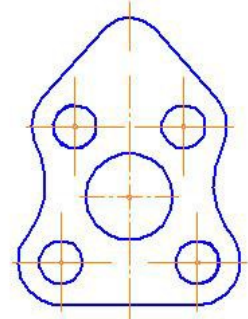

Рис.1,и
8. Построим прямые линии, расположенные под углом 104° друг к другу и касательные к внешним окружностям с центрами в точках «2» и «3». Для этого воспользуемся командой  - «Касательная прямая через точку на кривой», и, следуя подсказкам системы, последовательно под углом 38° к окружности с центром в точке «3» и под углом 142° к окружности с центром в точке «2» проведём вспомогательные прямые линии (Рис.1,ж).